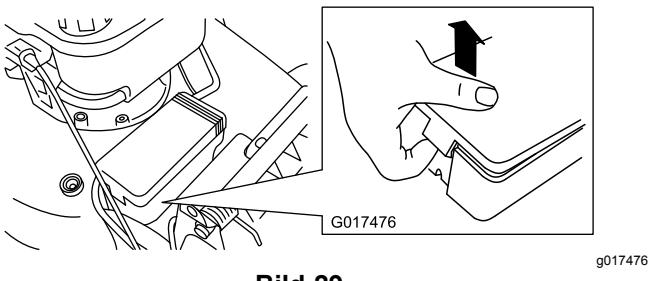

Bild 29
2. Lösen Sie die beiden Clips an der Batteriefachabdeckung und nehmen Sie sie ab (Bild 29).